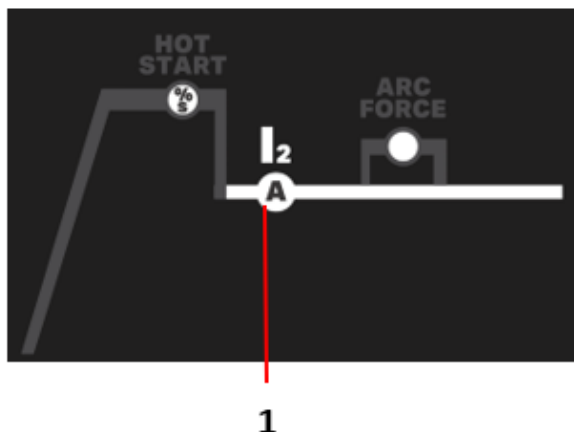

Fig. 3 – Paramètres LIFTIG
- Régler la valeur du courant de soudage (Fig.3)
Pour DC 164 e DC 204 (Voir les Article de la Fig. 3 A)